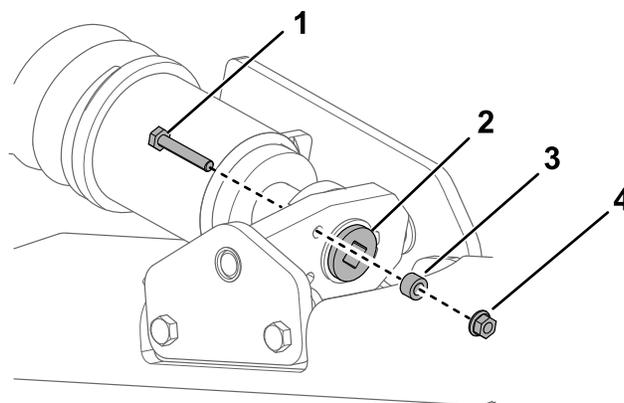

**Рисунок 55**
**Внимание:** Убедитесь, что вы полностью очистили опорные катки, передний каток и ведущее колесо (Рисунок 55). Очищенные опорные катки должны свободно вращаться.